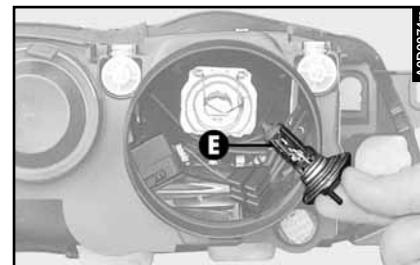

fig. 41
– Défiler l'ampoule (**E- fig. 41**).